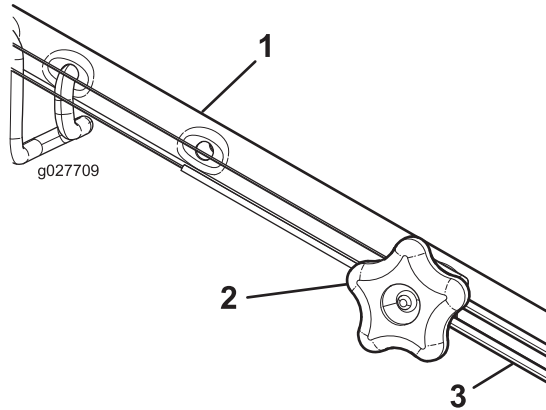

Figura 26
1. Gire el pomo de ajuste en sentido antihorario para aflojar el cable (Figura 26).
2. Ajuste la tensión del cable (Figura 26) tirando del mismo hacia atrás o empujándolo hacia adelante, y sujételo en esa posición.